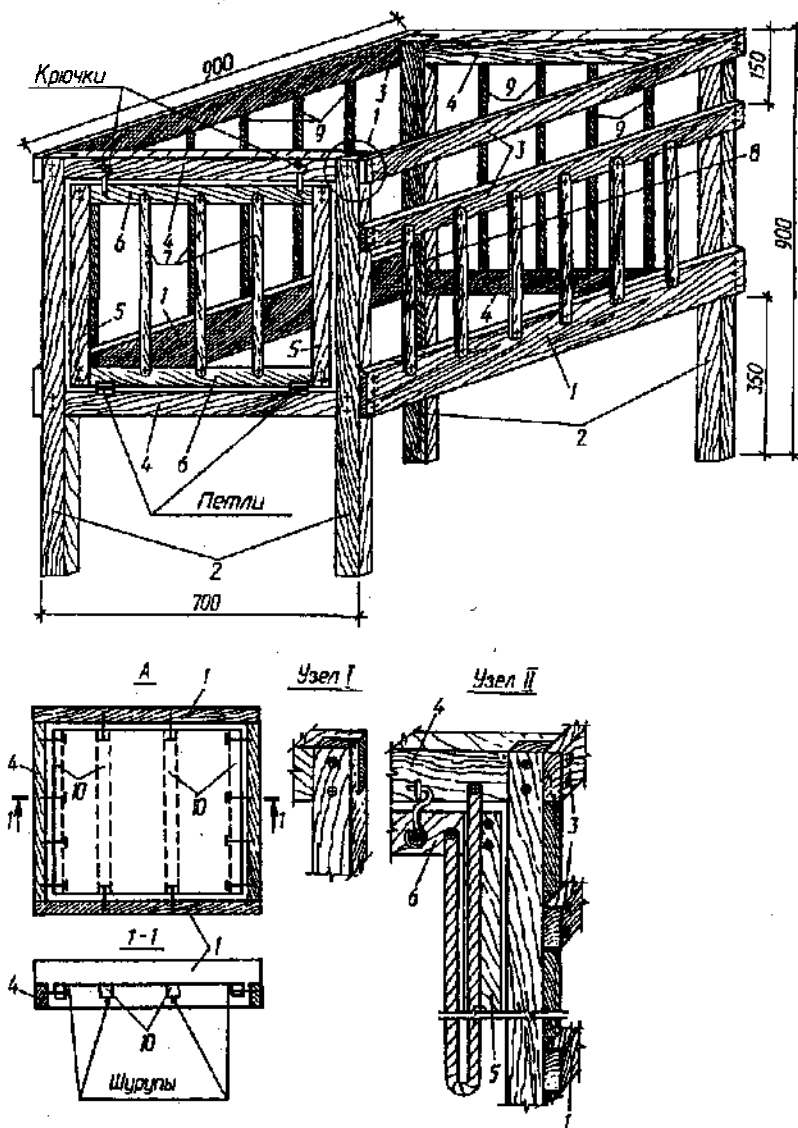

Рис. 197. Детская кроватка. А — крепление дна. Узел I — соединение деталей вподерева, узел II — крепление крючка и ремня (шпура), соединение деталей внахлестку
**Удобная кроватка для малыша.** Проста по конструкции и технологии изготовления, доступна по материалам, удобна в пользовании (рис. 197).
Соединение элементов решеток производится вполдерева, как показано на рис. 197 (узел I), с промазкой шпатлевкой из клея с кофейной гущей и креплением двумя шурупами.
3. Соединяют обе рамы-спинки внахлестку при помощи шурупов, как показано на рис. 197 (узел II), досками 1 (2 шт.) и продольными планками 3 (2 шт.). Третью продольную планку 3 не закрепляют. Она понадобится тогда, когда ребенок будет становиться.
5. Крепят днище к элементам 1 и 4, как показано на рис. 197, А. Две крайние планки днища 10 крепятся шурупами к планкам 4, а две средние — опираются на шурупы, ввернутые в доски 1;
6. Крепят к верхним поперечным планкам рамы-спинки 4 и решетки 6 два металлических крючка и два шнура (ремня), как показано на рис. 197 (узел II).